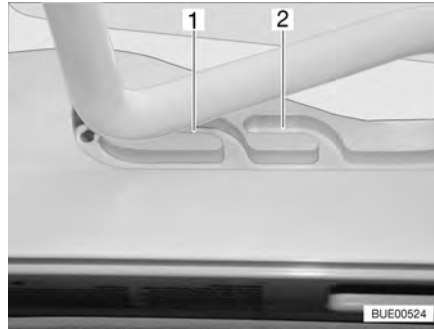
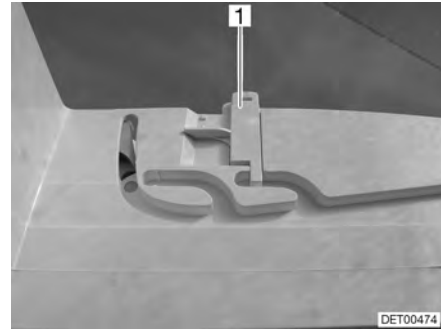

Fig. 75 Oblò Heki in posizione di ricircolo d'aria
Fig. 76 Bloccaggio della posizione di ricircolo d'aria
È possibile portare l'oblò Heki in due posizioni di ricircolo d'aria: Posizione brutto tempo (Fig. 75,1) e posizione centrale (Fig. 75,2). A seconda del modello è possibile bloccare l'oblò nella posizione centrale con il chiavistello (Fig. 76,1).
- Premere la staffa leggermente verso l'alto, spingerla nella guida selezionata (Fig. 75,1 o 2) ed eventualmente bloccarla.